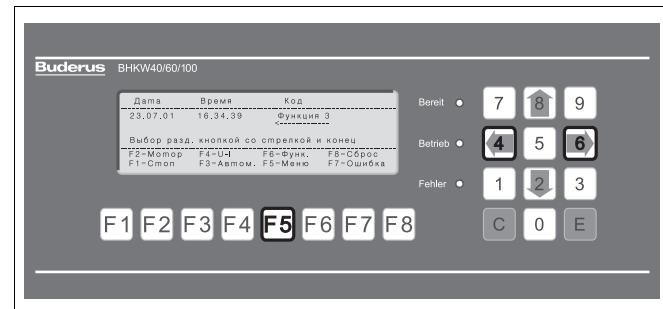

Рис. 25 Вызов меню выбора функциональной кнопкой F5.
Выбор поля простым подчеркиванием (рис. 25).
- **Вызвать меню выбора функциональной кнопкой F5** (изображение меню см. рис. 25 на странице 31).
- **Вызов** меню выбора функциональной кнопкой F5 (изображение меню см. рис. 25 на странице 31).